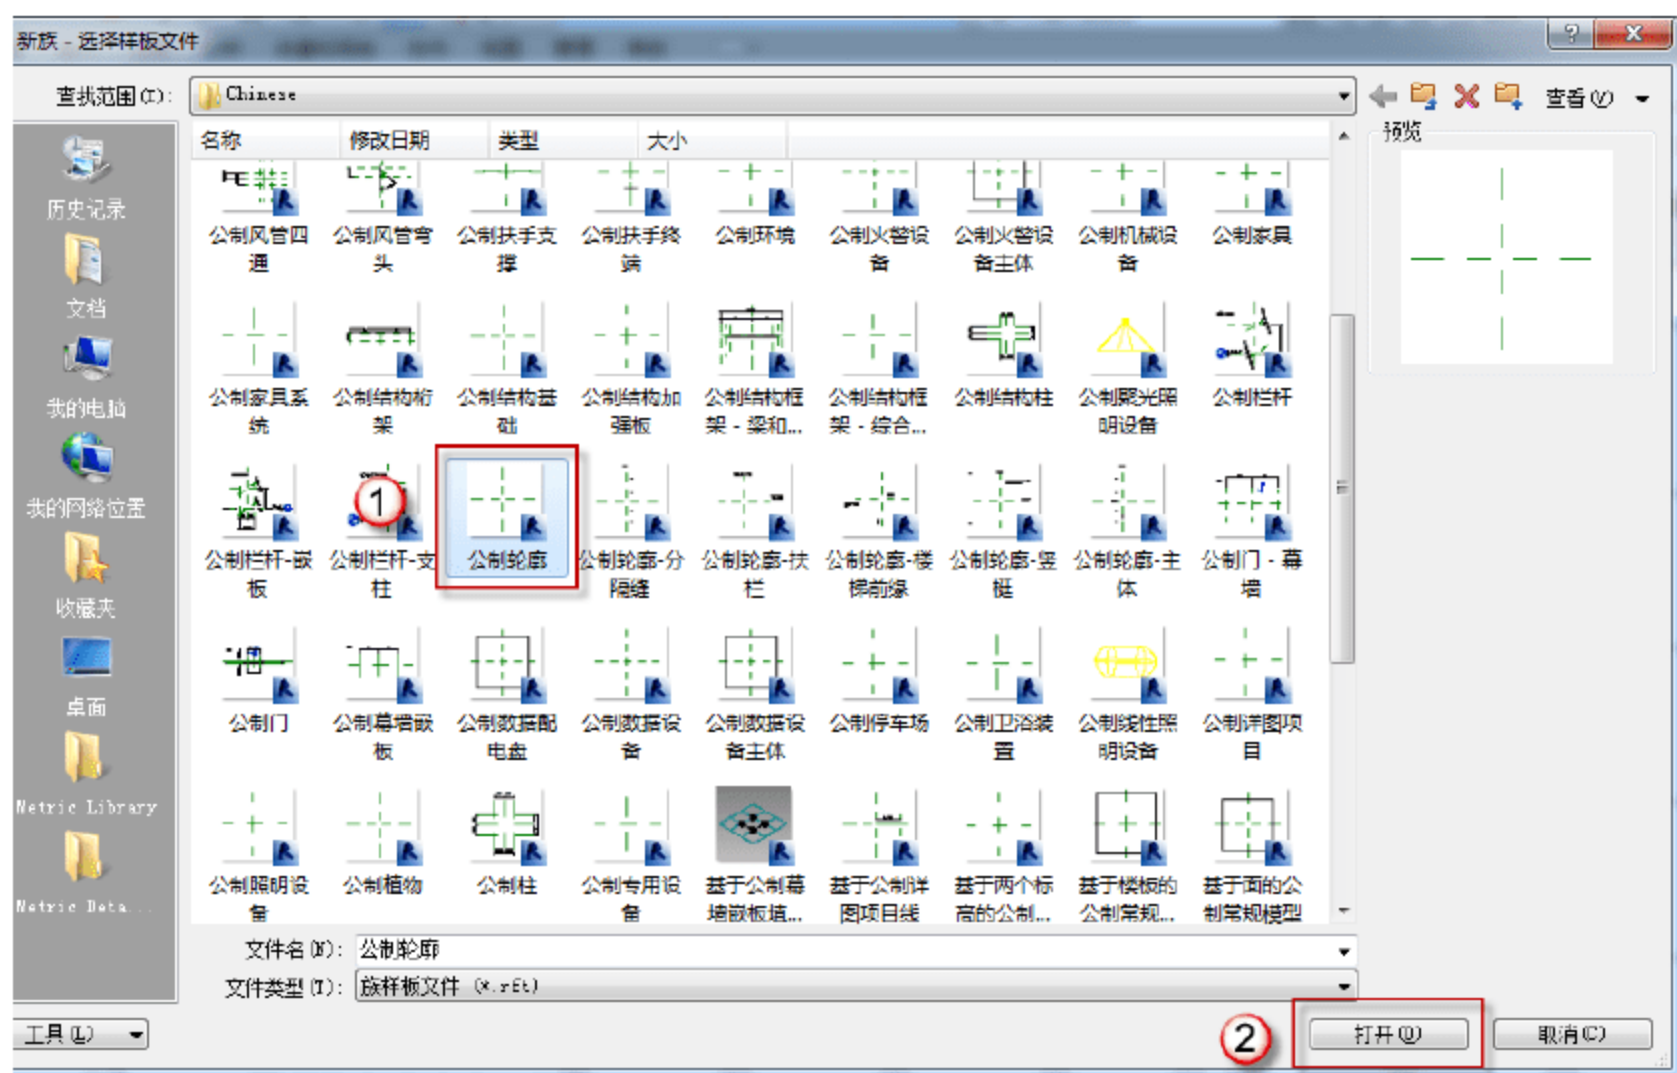

图 9.2.59 打开“公制轮廓”族
(16) 打开“公制轮廓”族样板文件。单击“程序菜单”按钮,在下拉菜单中选择“新建”→“族”命令,在弹出的“新族-选择样板文件”中,选择“公制轮廓”族,单击“打开”按钮,如图9.2.59所示。